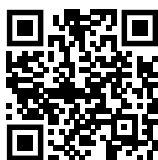

Fig. 90
- Öffnen sie das Liebherr SmartMonitoring Dashboard. (siehe Fig. 90)